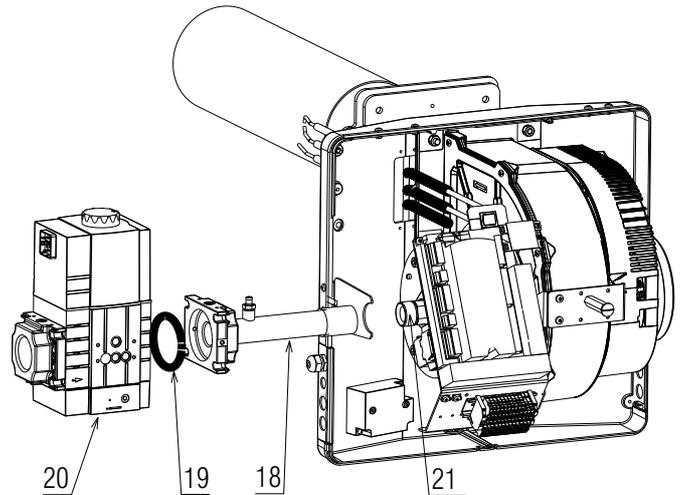

Fig. 15
- Fissare la valvola gas 20) alla flangia (Fig. 15) mediante le 4 viti 18)(Fig. 15) presenti a corredo.
- Attenzione alla presenza della guarnizione 19)(Fig. 15) e alla tenuta gas.
Utilizzare un sigillante idoneo e verificare la tenuta gas (Fig. 15).